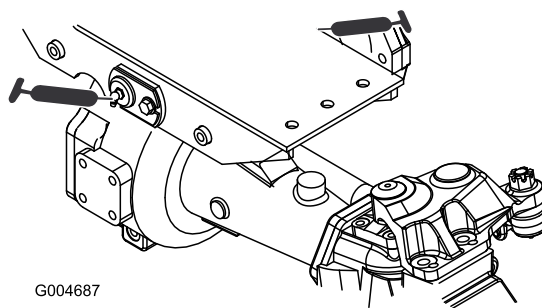

Figure 62
- 2 bagues de pivot d'essieux avant et arrière (Figure 62)